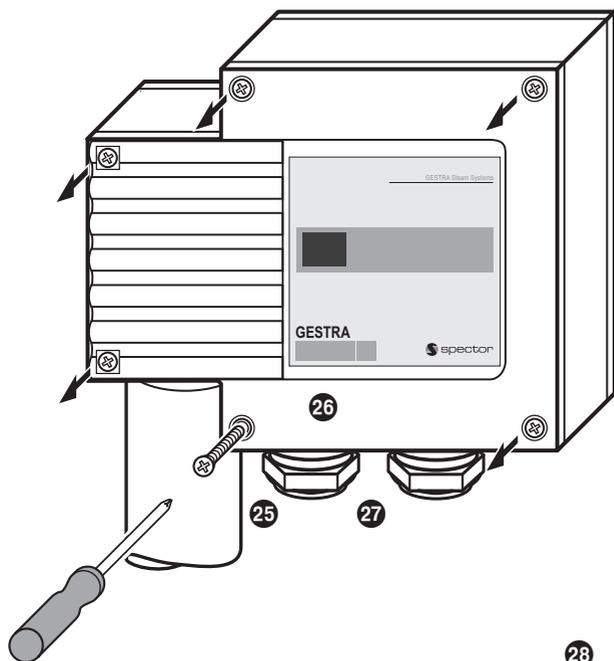

Fig. 10
1. Desserrer les vis du couvercle ❷❺, retirer le couvercle ❷❻. **Fig. 10**
2. Retirer les borniers ❷❸ et ❷❹ de la carte imprimée.
4. Desserrer les raccords vissés de câble ❷❽. Pour les appareils d'une alimentation électrique de 24 V, tirer le câble pilote à travers l'un des raccords vissés de câble. Obturer le raccord vissé de câble non utilisé (protection IP 65). Pour les appareils d'une alimentation électrique de 115 / 230 V, guider le câble d'alimentation à travers le raccord vissé de câble droit et le câble pilote à travers l'autre.
5. Raccorder les différents câbles conformément au schéma de raccordement aux borniers ❷❸ et ❷❹.
6. Placer les borniers ❷❸ et ❷❹ sur la carte imprimée.
7. Resserer les raccords vissés de câble ❷❽.
1. Desserrer les vis du couvercle 25, retirer le couvercle 26. **Fig. 10**